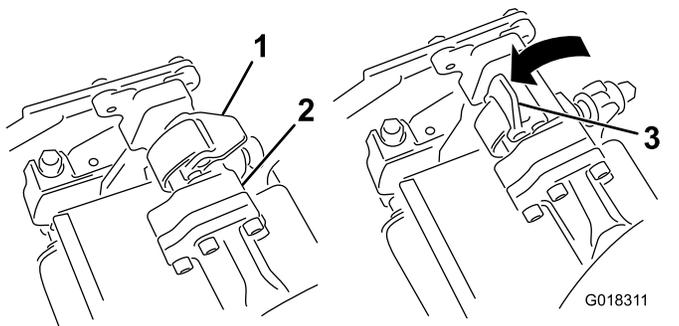

Figura 1
2. Com os fechos na barra do braço de suspensão na posição aberta (Figura 1), empurre o braço de suspensão para baixo de forma a que a barra passe pela barra através da parte superior da unidade arranca-grampos (Figura 2).
3. Mova os fechos para a posição fechada para bloquear a unidade arranca-grampos no sítio (Figura 1).